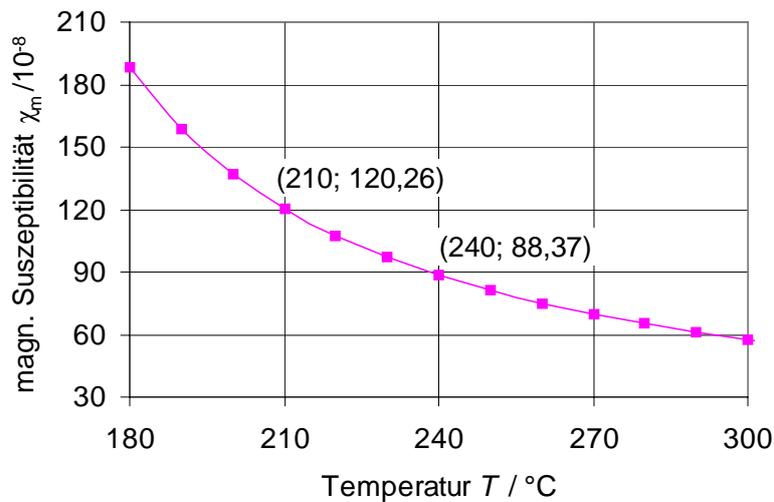

Abb. 1
b) Handelt es sich bei dem untersuchten Werkstoff in Abb. 1 um einen Ferromagneten oder Paramagneten? Begründen Sie Ihre Antwort rechnerisch. (2 Punkte)